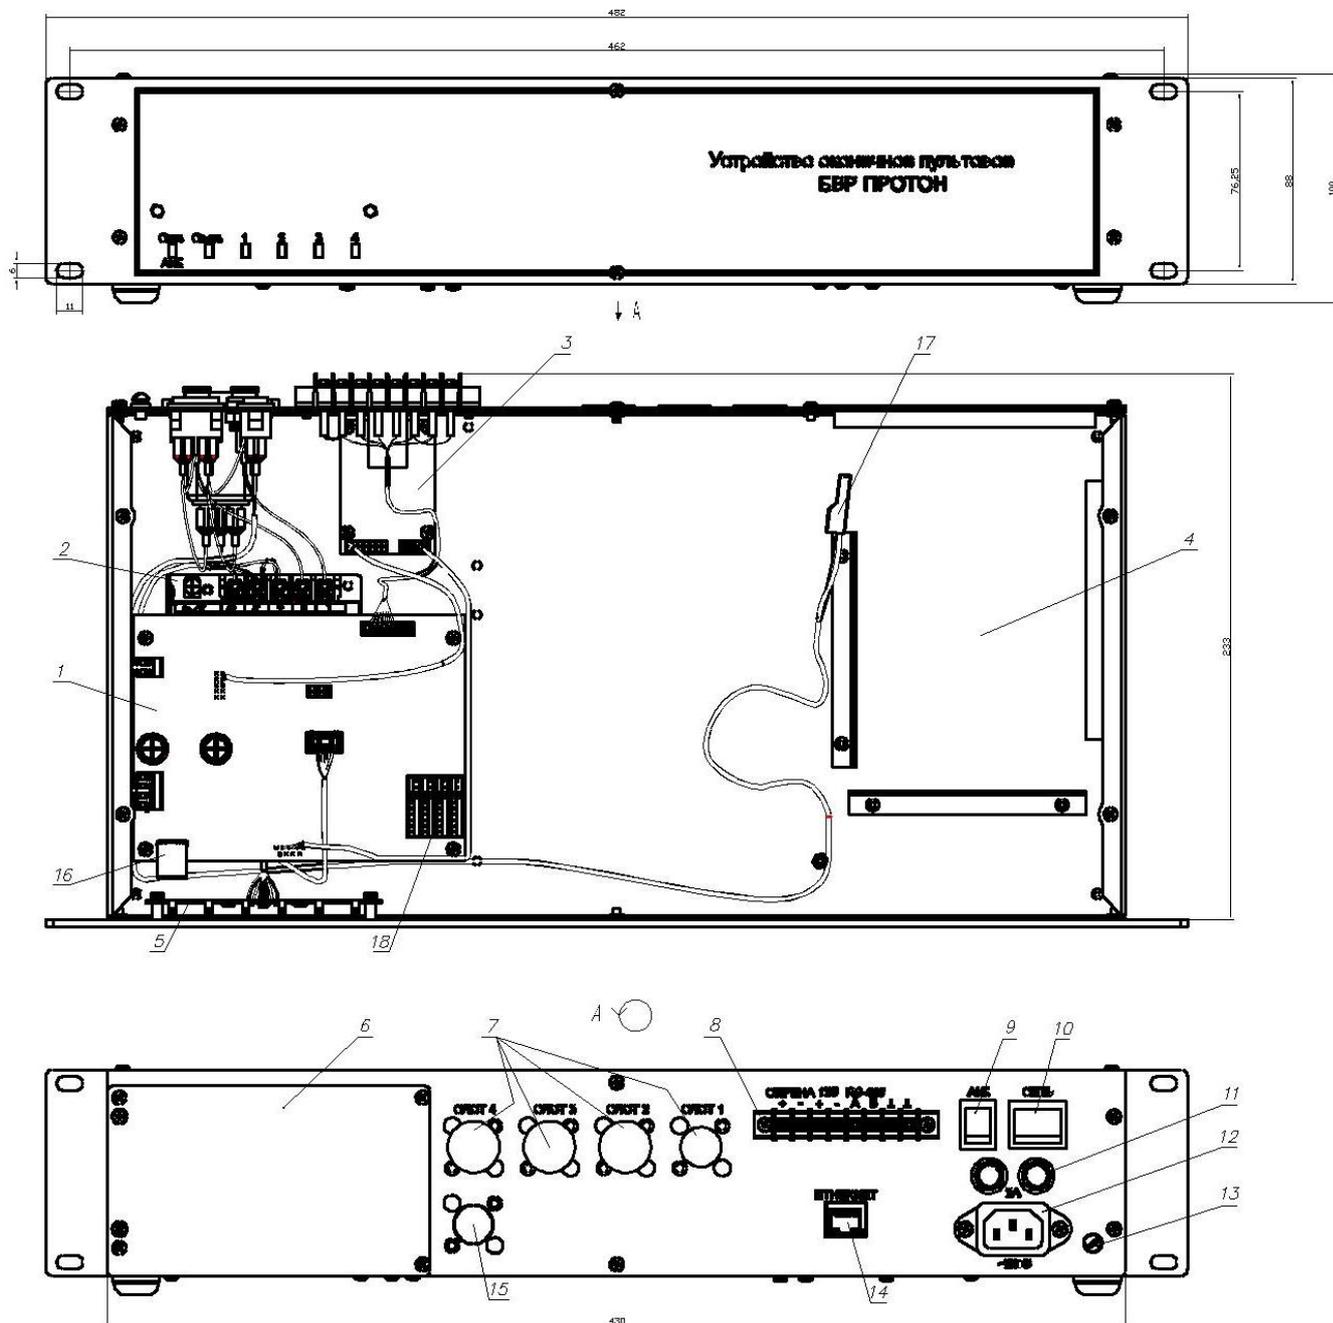

Рисунок 1
Конструктивно блок выполнен в виде металлического корпуса со съемной верхней крышкой (рисунок 1) и состоит из следующих элементов:
2.2.4.2 Заземлить блок, используя клемму заземления на корпусе и гибкий медный провод сечением не менее 2,5 мм2. Допускается использовать для заземления среднюю жилу трехжильного сетевого кабеля при условии подключения к сетевой розетке, имеющей средний заземленный контакт ("евророзетка"). При этом средняя жила кабеля должна быть подсоединена в блоке к клемме заземления (поз. 13 рисунок 1).